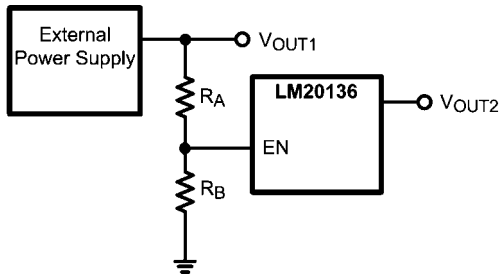

FIGURE 7. Sequencing LM20136 with Precision Enable
LM20136 の高精度イネーブル (EN) ピンとパワーグッド (PGOOD) ピンを使って、多くのシーケンス要件に対応できます。Figure 7 に示すとおり、2 つの外部抵抗を使用すれば、高精度イネーブル・ピンで LM20136 のターンオンを制御できます。